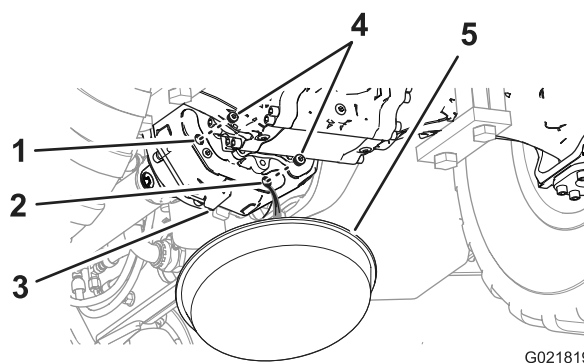

Figure 73
- Placez un bac de vidange sous l'arrière du carter de boîte de vitesses (Figure 73).
2. Enlevez les bouchons du regard et de l'orifice de vidange du carter de la boîte de vitesses (Figure 73).